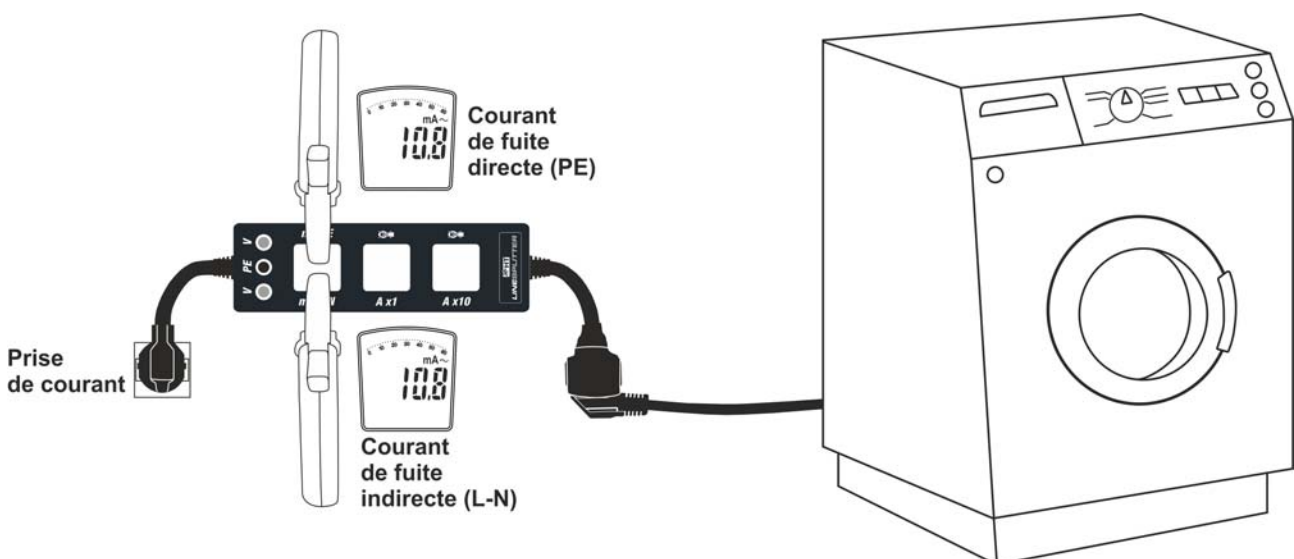

Fig. 3: Utilisation pour mesure de courant de fuite
4. Lisez la valeur directe du courant de fuite (conducteur PE) dans l'anneau mA PE ou la valeur indirecte / différentielle du courant de fuite (conducteurs L-N) dans l'anneau mA L-N (voir Fig. 3)